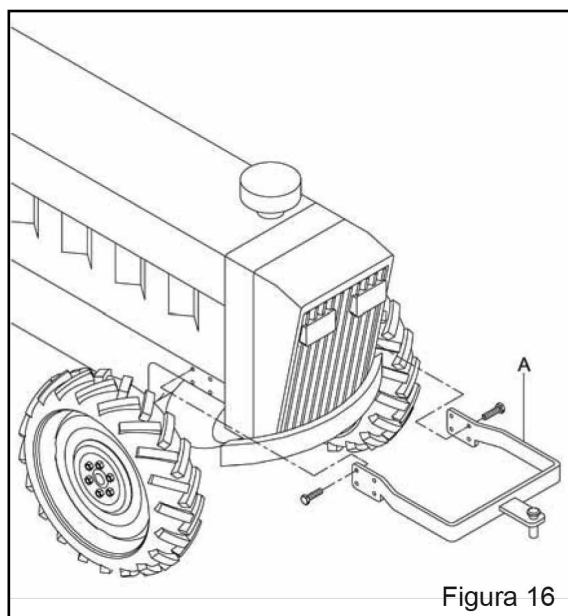

Figura 16
b) Fixe o suporte de adaptação frontal (para-choque) "A" na frente do trator, para o engate do braço de acoplamento dianteiro (Figura 16). O suporte de adaptação frontal possui vários modelos, especialmente desenvolvidos para o acoplamento nas varias marcas e modelos de tratores.